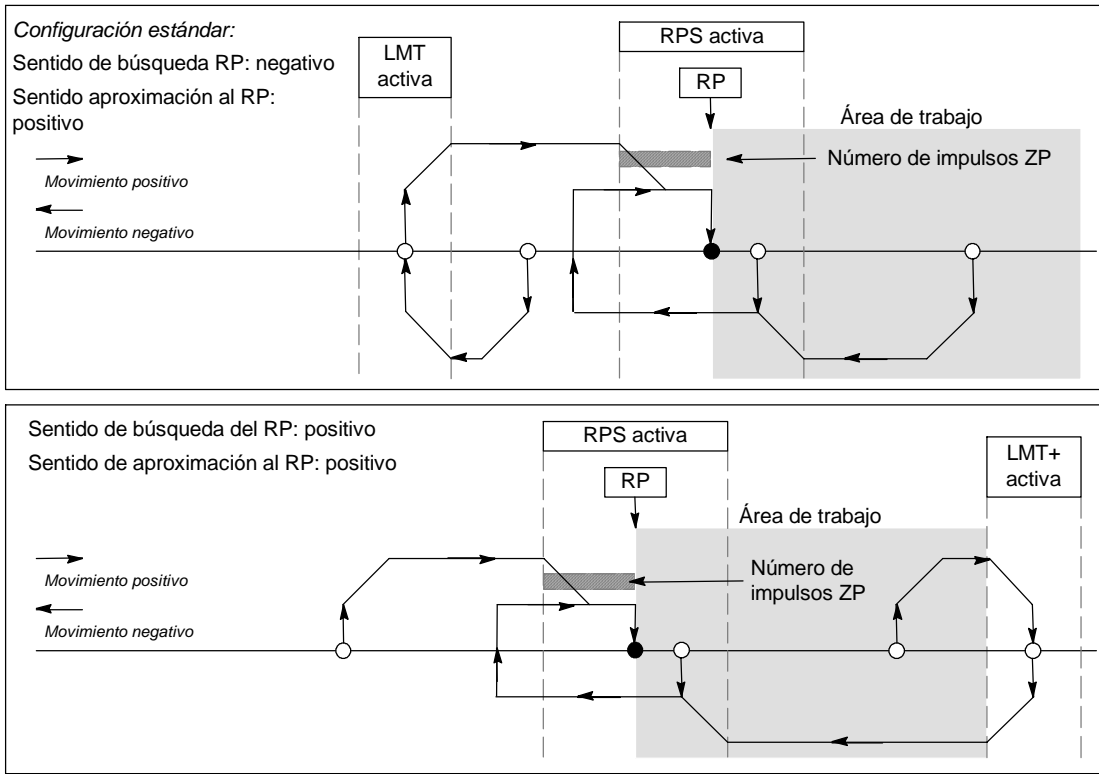

Figura 9-24 Búsqueda del RP: Modo 4
- ❑ La figura 9-24 muestra dos opciones del modo 4 de búsqueda del RP. En este modo, el RP se encuentra a un número determinado de impulsos cero (ZP) dentro del área activa de la entrada RPS.